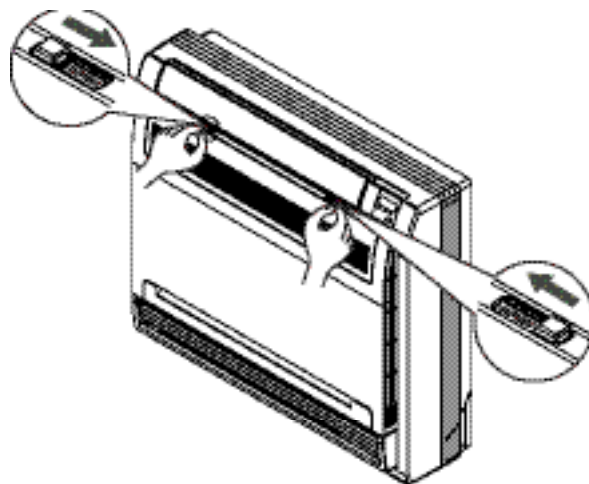

Рис.1
- 1 Откройте переднюю панель внутреннего блока, для этого переместите рычаги с левой и правой сторон к центру (см. Рис. 1).